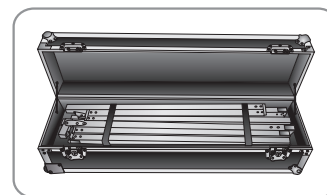
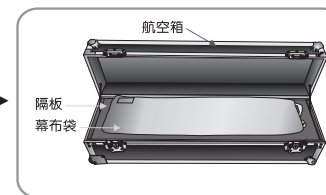

图39
图40
8. 将主框架、支撑脚按图39所示放入航空箱并绑紧，再将附件袋放入航空箱后盖上隔板，然后再将幕布袋放在隔板上（如图40）。